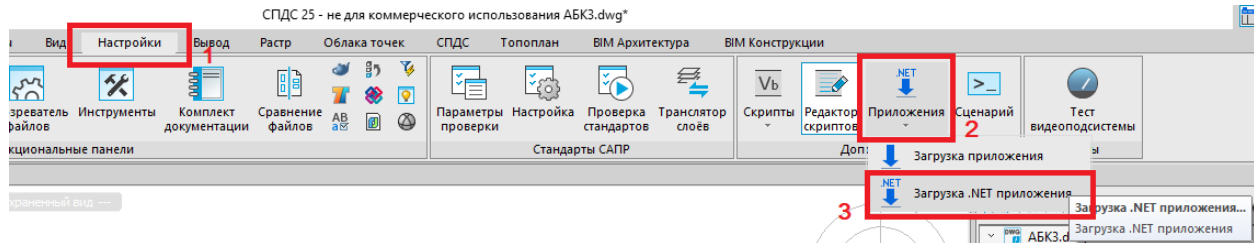

Рисунок 13 – Загрузка программного модуля
Перейдите во вкладку «Настройки» (1), в выпадающем окне «Приложения» (2) выберите «Загрузка .NET приложения» (2) (см. рис. 13).